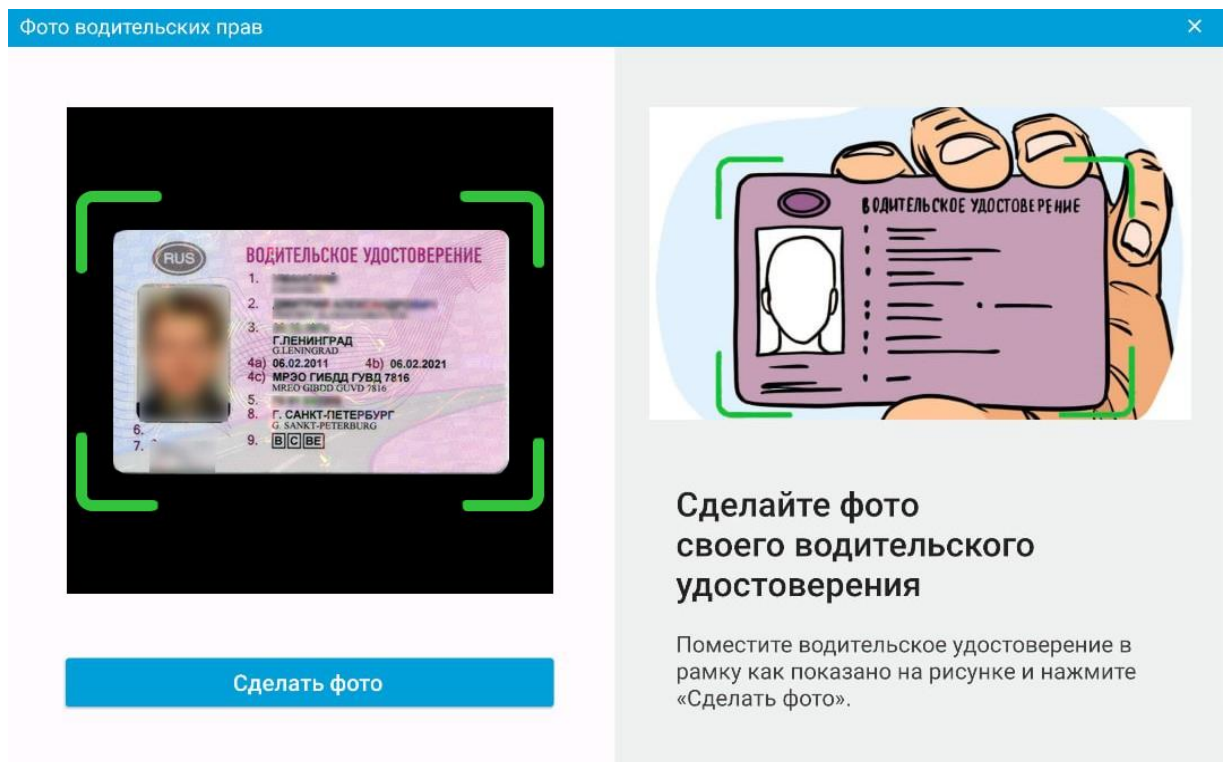

Рис. 20 Фото водительского удостоверения
4. Открывается экран «Фото водительского удостоверения». Далее необходимо поместить свое водительское удостоверение в зеленую рамку, как показано на рис.20 и нажать кнопку «Сделать фото».